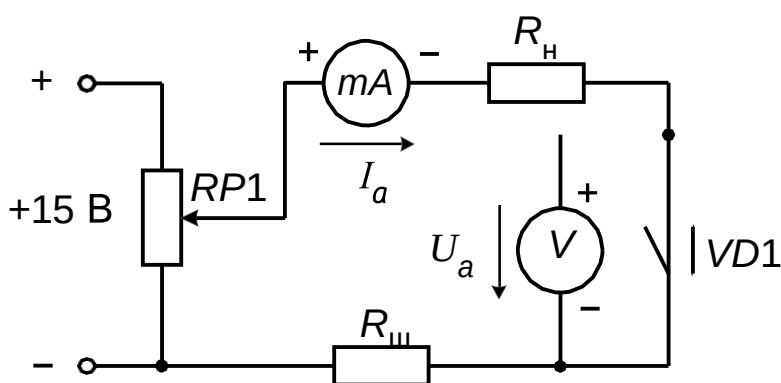

Рис. 2. Схема для исследования выпрямительного диода на постоянном токе
- а) собрать схему для исследования выпрямительного диода на постоянном токе (рис. 2). Соединить перемычкой гнезда $X2 - X6$. Для измерения анодного тока включить многопредельный миллиамперметр (модуль «Миллиамперметры») на пределе « $\times 1000$ » (максимальный ток 100 мА) между гнездами $X1 - X10$. Для измерения анодного напряжения между гнездами $X3$,